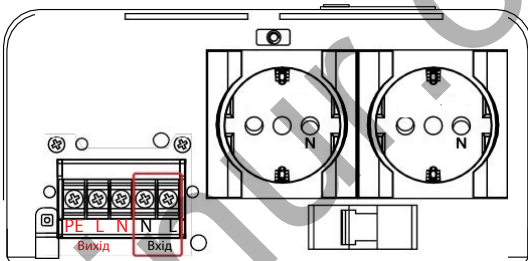

Рисунок 15. Стабілізатори LP IS2500, IS3000 і IS3500. Виводи "Вихід N-L"
9. Переконавшись у відсутності напруги на виході стабілізатора, підключити навантаження. Підключення навантаження здійснюється у моделей IS350, IS550, IS800, IS1000, IS1500 і IS2000 до розетки, у моделей IS2500, IS3000 і IS3500 до розеток і до виводів "Вихід N-L" (**рисунок 15**). Рекомендований переріз кабелю для підключення навантаження до виводів "Вихід N-L" - 2,5 мм².